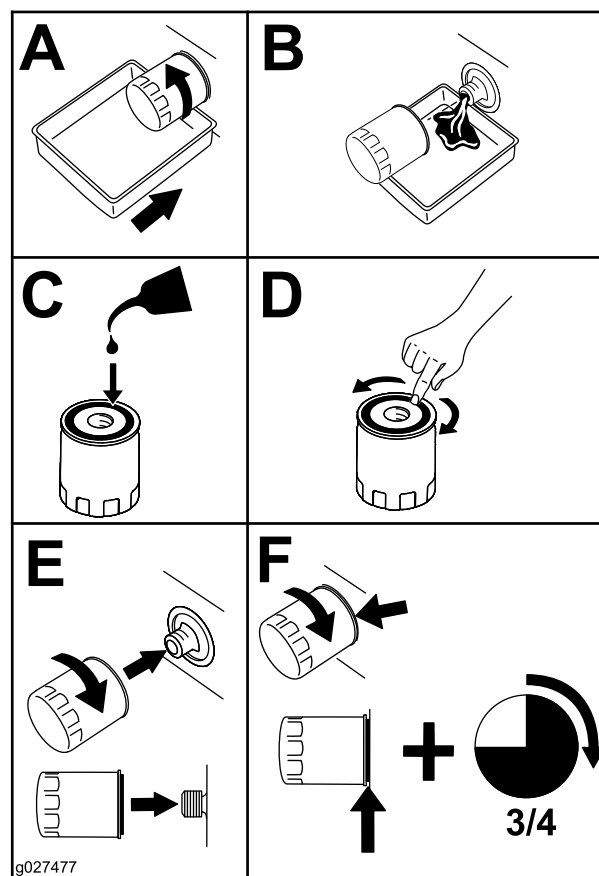

Figura 38
4. Substitua o filtro do óleo (Figura 38).